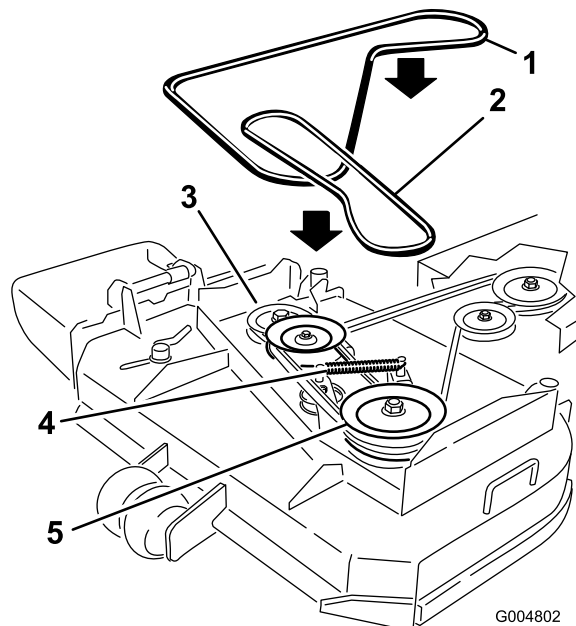

Figura 44
- Scollegate la molla del braccio di rinvio per rilasciare la tensione sul braccio di rinvio e sulla puleggia tendicinghia, quindi togliete la cinghia del tosaerba consumata (Figura 44).
- Montate la nuova cinghia del tosaerba attorno alle due pulegge del mandrino esterne, alla puleggia tendicinghia, e nella scanalatura inferiore della puleggia del mandrino doppia (Figura 44).
- Collegate la molla del braccio di rinvio (Figura 44).
- Regolate la guida della cinghia a 3 mm dalla cinghia (Figura 44).